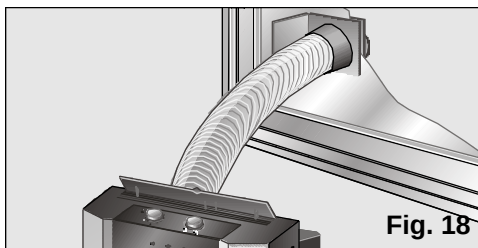

Fig. 18
- ☐ Em caso de instalação fixa através da janela, só se utiliza a peça terminal transparente do acessório, sendo necessário realizar um buraco no vidro com um diâmetro de 14 cm, **Fig. 18.**